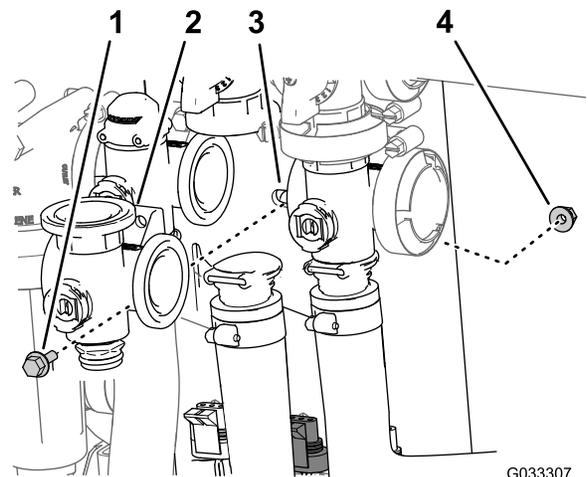

図 65
- 攪拌バルブをバルブマウントに固定しているフランジヘッドボルトとフランジロックナットを外してバルブマニホルドを機体から取り外す 図 65。